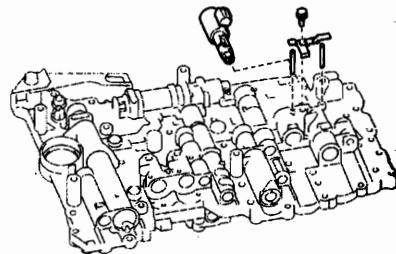

图 12-1-159
(3) 如图 12-1-159 所示, 拆下螺栓、两个直销和电磁阀锁片, 拆下换挡电磁阀 SLU。
- (6) 如图 12-1-159 所示,安装换挡电磁阀 SLU,安装螺栓、两个直销和电磁阀锁片。螺栓的拧紧力矩为 $6.4\text{N}\cdot\text{m}$ 。